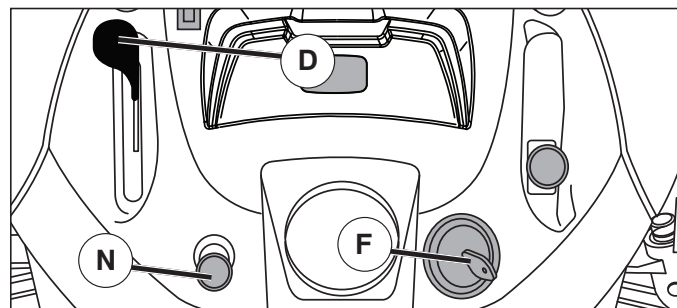

Fig. 6
PARA USAR EL CONTROL DE LA ACELERACIÓN (D) (Vea Fig. 6)
PARA USAR EL CONTROL DE ESTRANGULACIÓN (N) (Vea Fig. 6)